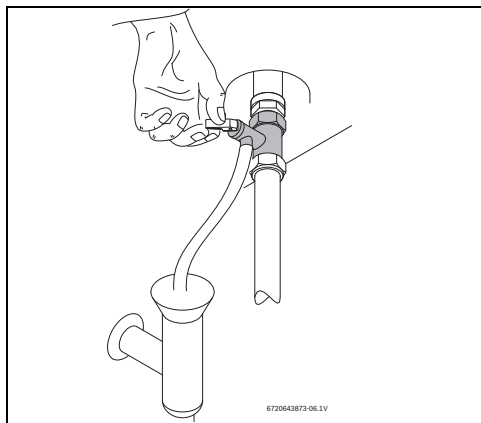

Рис. 12 Открытие предохранительного клапана вручную
- Откройте предохранительный клапан (рис. 12).
- ▶ Минимум один раз в месяц открывайте предохранительный клапан (→ рис. 12).